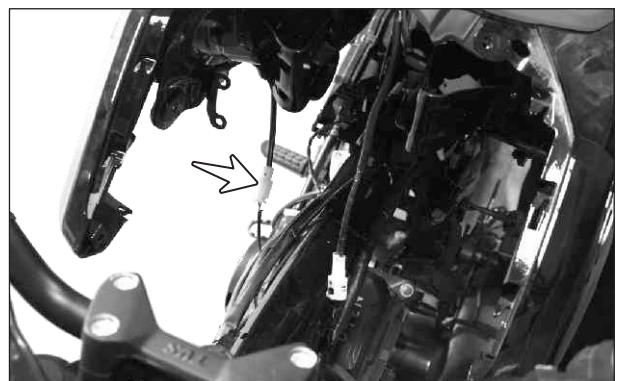

Fig.1.43
- Levante cuidadosamente el depósito de combustible y desconecte el cable de alimentación del sensor de nivel de combustible. (Fig. 1.43)